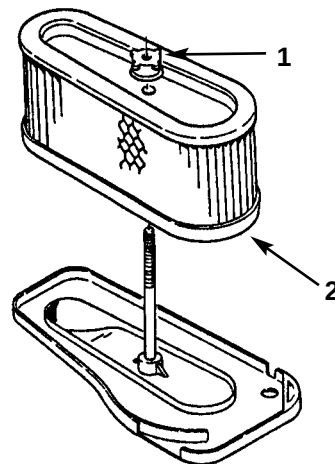

Fig. 30
5. Løsn gummimøtrikken og fjern papirelementet (fig. 30).
2. Skub luftfilterenheden på den lange stang. Skru nu gummimøtrikken fingerstramt mod luftfilteret (fig. 30).